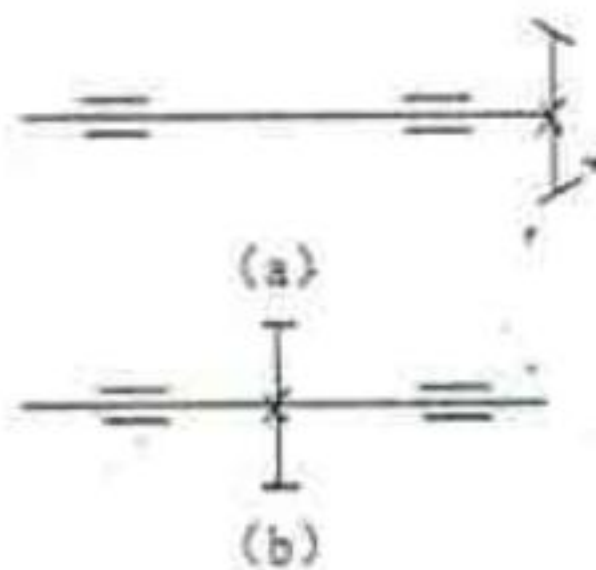

图 3
- 2、图 3 (a)、图 3 (b) 所示的两个轴上分别安装一对角接触球轴承。问：它们各自的轴承采用正装好还是反装好？为什么？